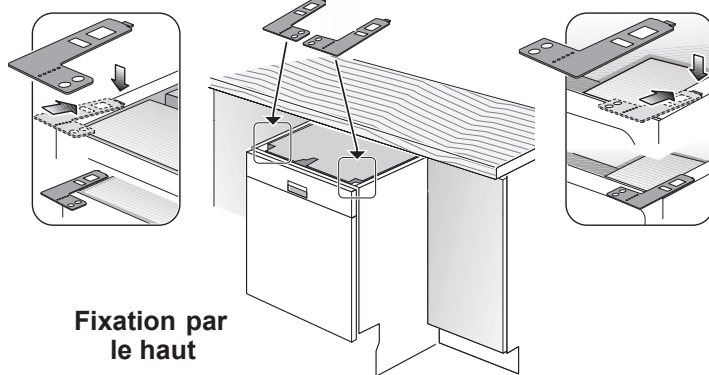

Figure 14
- 1 La fixation en haut est utilisée pour les plans de travail fabriqués en bois ou d'autres matériaux pouvant facilement être percés. Orienter les fixations tel qu'il est illustré à la figure 14 et positionner les deux petites languettes sur la fixation sur les deux fentes sur les coins avant du lave-vaisselle. Pousser les fixations fermement pour insérer les languettes dans les fentes.